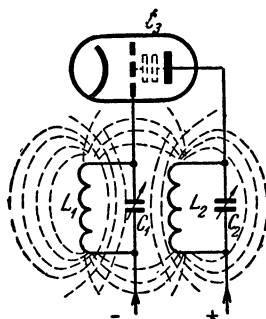

Рис. 70. Паразитные связи путем индукции (магнитные поля катушек изображены пунктиром) и через емкость  $C_3$  между сеткой и анодом лампы.
Паразитные связи могут быть разного рода. Допустим, что усилительная лампа имеет один колебательный контур  $L_1C_1$  в цепи сетки, а другой контур  $L_2C_2$  в цепи анода (рис. 70). Ка-
**Л.** — Это очень маленькая емкость, которая образуется внутри лампы между сеточным и анодным электродами (емкость  $C_3$  на рис. 70).